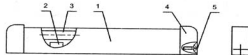

Рис. 1. Общий вид облучателя.
6.3. Проверить работу облучателя до его монтажа в следующей последовательности (см. рис. 1):
- открутить винты (5), снять боковины (4);
- установить стартер (2), для чего необходимо вставить его в патрон и повернуть по часовой стрелке до упора;
- установить лампу (3), для чего необходимо одновременно завести контакты лампы в патроны и зафиксировать их;
- установить боковины (4) и закрепить винтами (5).